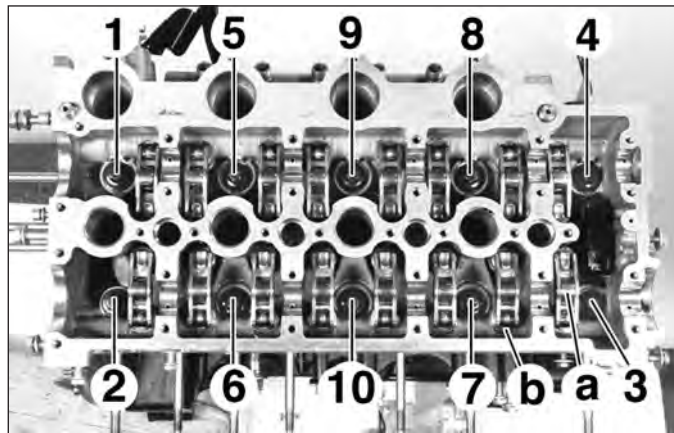

FIG.88
- les linguets (a) de commande des soupapes avec leurs butées hydrauliques (b) (Fig.88),